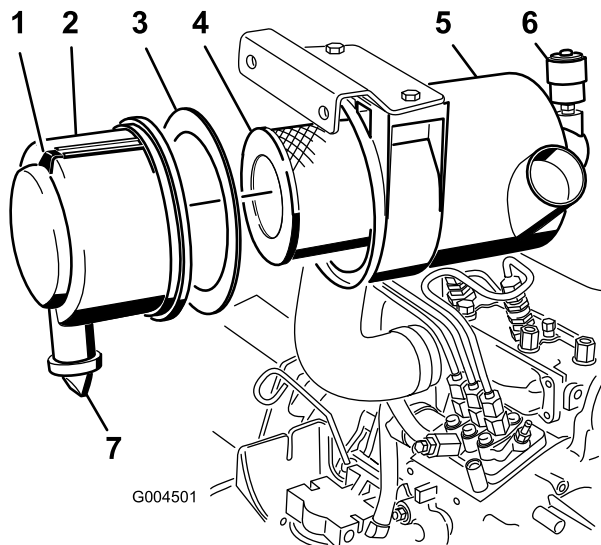

Figura 42
- Revise el filtro del limpiador de aire cuando el indicador del limpiador de aire se vea rojo (Figura 42) o cada 400 horas (más frecuentemente en condiciones extremas de polvo o suciedad). No limpie con demasiada frecuencia el filtro de aire.
1. Tire hacia fuera del enganche y gire la tapa del limpiador de aire en el sentido contrario a las agujas del reloj (Figura 42).
2. Retire la cubierta de la carcasa del limpiador de aire (Figura 42).
4. Retire y cambie el filtro primario (Figura 42).
6. Asegúrese de que la junta de gomaespuma está colocada en la tapa y que no está desgarrada ni dañada (Figura 42). Si está dañada, cámbiela.
- A. Retire la válvula de salida de goma de la cubierta (Figura 42).
10. Reinicie el indicador (Figura 42) si se ve rojo.